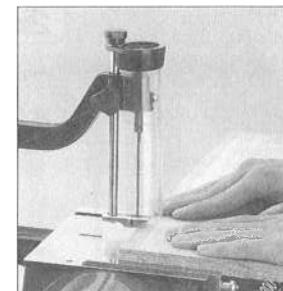

図12
④ブレード安全バーを正確に締めつけてください。
⑤切断はブレードの刃の方向から押さえながら切断に合わせて、軽く押し出すようにしてください。(図12参照)